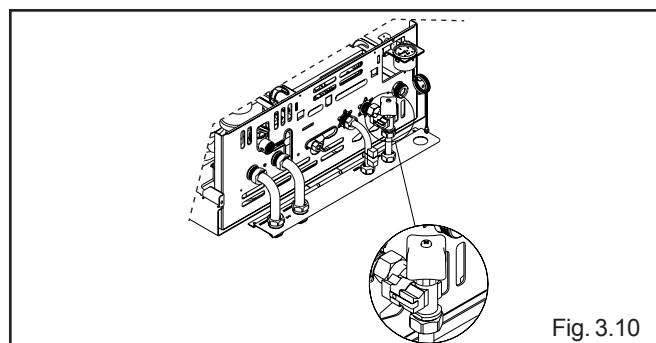

Fig. 3.10
- Collegare l'altra resistenza al rubinetto entrata sanitario fissandola con l'altra molletta (fig. 3.10)